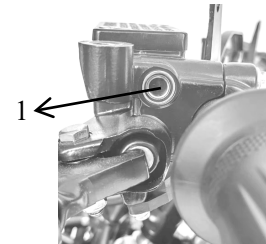

Abb. 12
Bremsflüssigkeitsstand prüfen (Abb. 12)
❶ Beobachtungsfenster für den Bremsflüssigkeitsstand (Abb. 12)